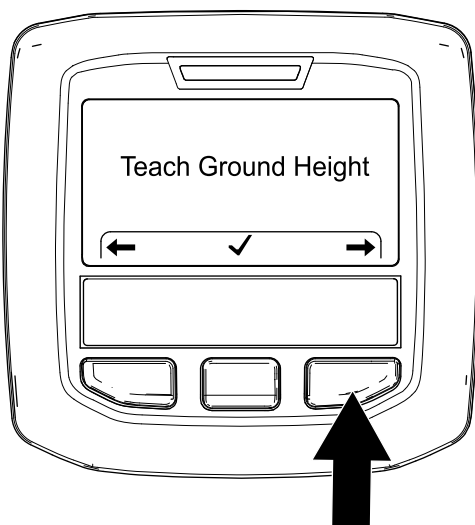

Figura 46
- Apăsai butonul InfoCenter din dreapta de două ori pentru a afia ecranul Calibrating the Tine Ground Height (Calibrare înălțime la sol dinte) (Figura 46).